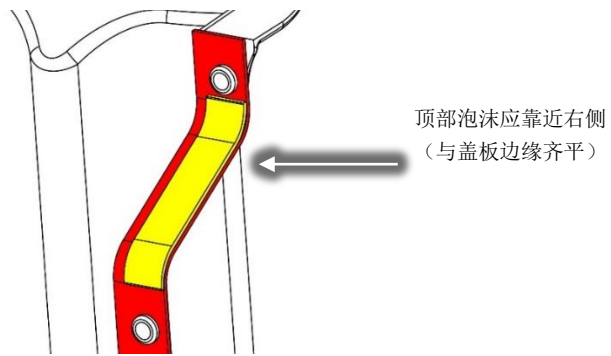

图 11 – 安装后的电容器盖板左侧短泡沫
9. 拆除端部的少量粘接衬纸，安装电容器侧的主外壳密封泡沫。按照图 10（电容器盖板左侧短泡沫安装）和图 11（安装后的电容器盖板左侧短泡沫）所示放置。
10. 该密封泡沫应按照图 11（安装后的电容器盖板左侧短泡沫）所示放置。